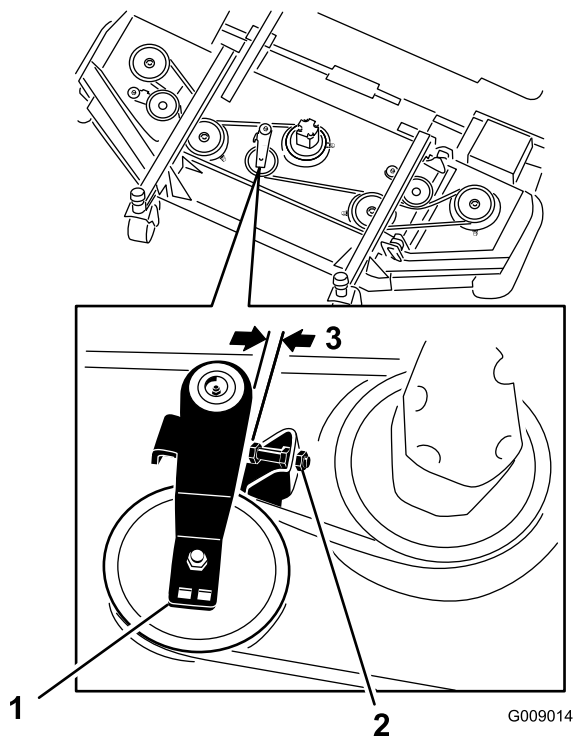

図 80
2. 前デッキで、アイドラプーリのストップねじのジャムナットをゆるめ、ストップねじをブラケットまで進める (図 80)。
3. ラチェットレンチのようなものを使って、アイドラプーリ (図 80) を駆動ベルトから離してベルトの張りをなくし、デッキプーリからベルトを外す。